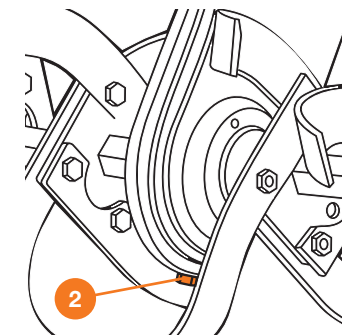

Рис.18
- Закрутите болт 2 (Рис. 18) и залейте новое масло SAE 80W-90 или SAE 85W-90 в маслосливное отверстие до нижнего края.